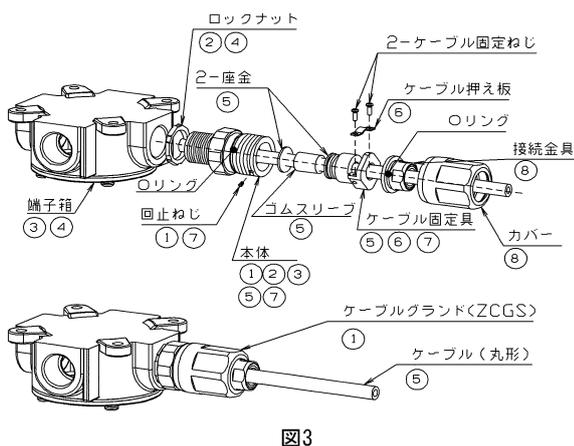

図3
■ケーブルグラッドの取付け (図3)
- ① ケーブルグラッドを図3のように分離し、ケーブルをケーブルグラッドに「カバー、接続金具、ケーブル固定具、座金、ゴムスリーブ、座金、本体、ロックナット」の順に通してください。
- ② 本体に付いているロックナットを本体のツバまでねじ込んでください。
- ③ 端子箱(または取付対象機器)のハブに本体が止まるまで締付けてください。
- ④ ロックナットを端子箱(または取付対象機器)方向へ締付けてください。
- ⑤ 本体に「座金、ゴムスリーブ、座金を押し入れ、ケーブルを配線するのに十分な長さに引き出し、ケーブル固定具を本体にねじ込んでください。
- ⑥ ケーブル押え板をケーブル固定具に締付けてください。